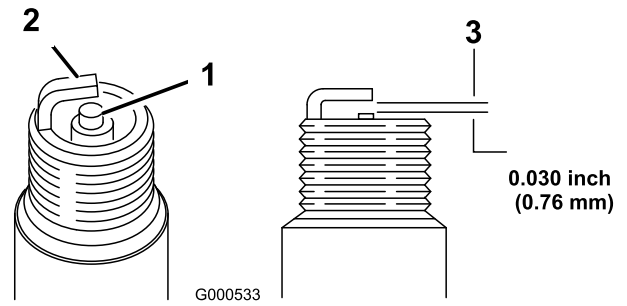

Figure 27
5. Réglez l'écartement des électrodes à 0,76 mm (0,030 po) (Figure 27).